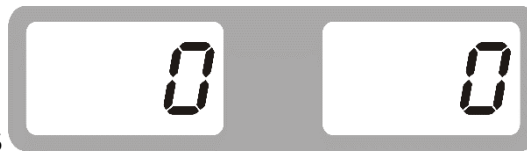

Abb. 5
4.1.8. Wenn die Gegengewichtshalterung abgeschlossen ist, legen Sie die Abdeckung ab und drücken Sie die Taste, um die Ausgleichsdrehung erneut durchzuführen. Wenn 00 00 angezeigt wird, bedeutet dies, dass das Auswuchten erfolgreich war. (Abb.5)